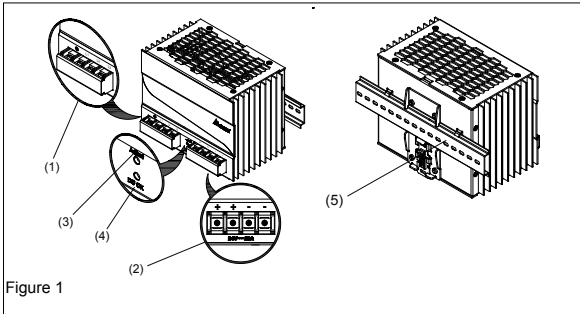
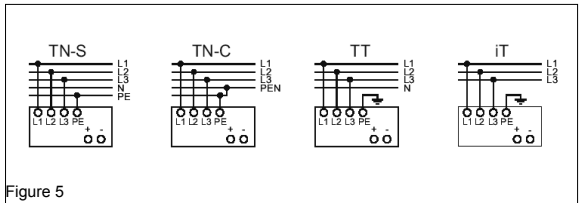

Figure 1
Figure 5
#### 2. Gerätebeschreibung (Abb. 1)
#### 5.1. Anschluss der Eingangsklemmen (Abb. 1, Abb. 5)
Verwenden Sie die Schraubklemmen „+“ und „-“, um den 24Vdc-Anschluss herzustellen. Am Ausgang stehen 24Vdc zur Verfügung. Die Ausgangsspannung kann am Potentiometer zwischen 22 und 28Vdc eingestellt werden. Die grüne LED „DC OK“ zeigt die korrekte Funktion des Ausgangs an (Abb. 1 (4)). Das Gerät verfügt über einen Kurzschluss-, Überlast- und Überspannungsschutz, der auf 35Vdc begrenzt ist.
#### 5.2. Anschluss der Ausgangsklemmen (Abb. 1 (2))